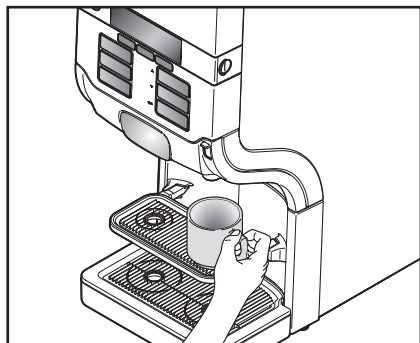

图 10
- 将杯子放在杯座板上。（图 10）
1. 将杯子放在杯座板上。（图 10）